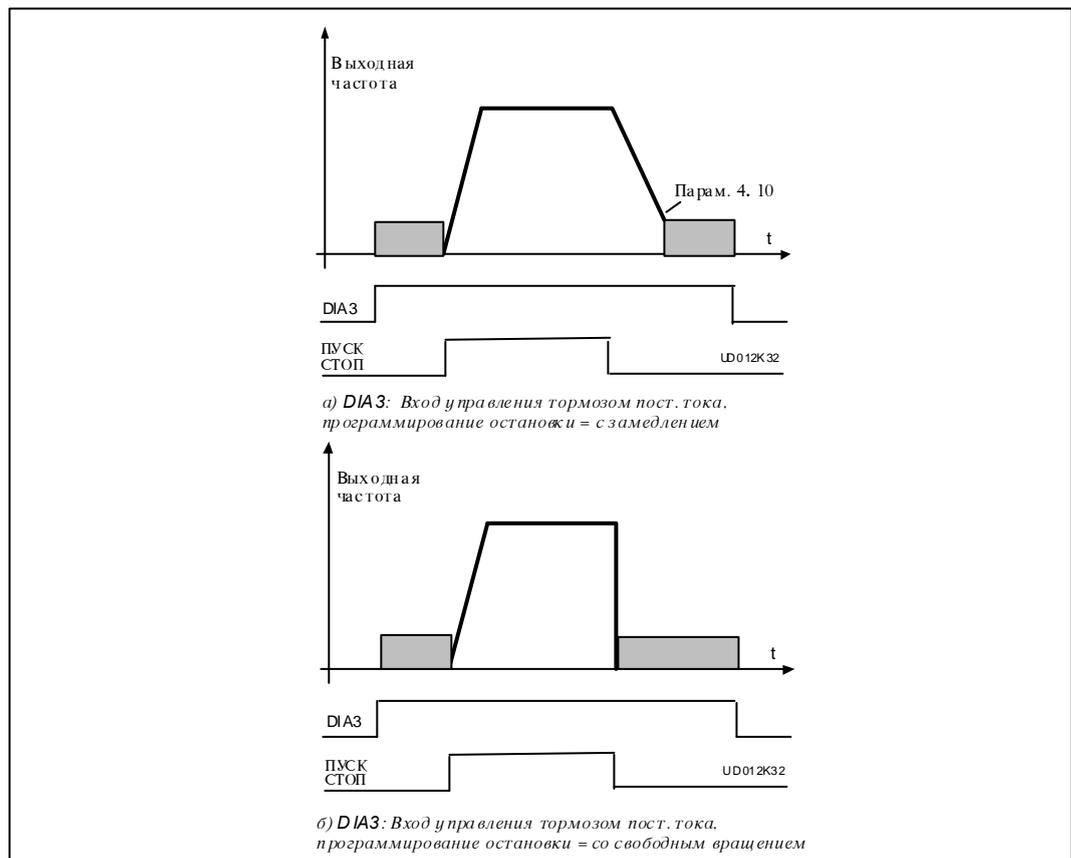

Рис. 4.5-1 DIA3 в качестве входа активизации тормоза постоянного тока
- 9: Команда на торм. пост. током конт. замкнут = Тормож. пост. током действует, пока контакт не будет разомкнут, см. рис.4.5-1.
| 9: Команда на торм. пост. током   | конт. замкнут = Тормож. пост. током действует, пока контакт не будет разомкнут, см. рис.4.5-1. Ток при торм. пост. током устанавливается параметром 4. 8. |